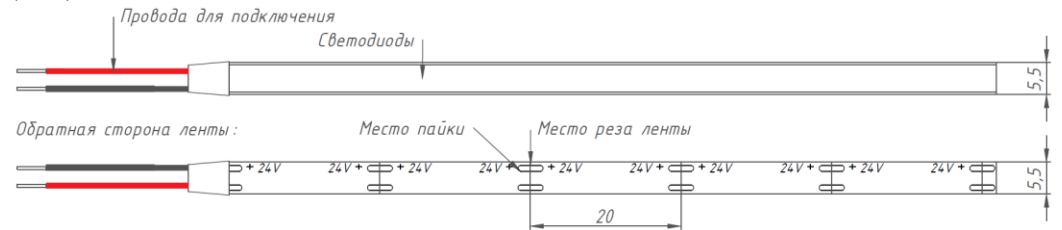

Рисунок 1. Внешний вид светодиодной ленты COB 5мм.
- 5.3. Определите необходимую длину ленты. Ленту рекомендуется разрезать1 ножницами между контактными площадками для пайки. Места для резки промаркированы (см. Рисунок 1, 2). Не допускается резка ленты в других местах.
ВНИМАНИЕ! У ленты шириной 5мм коннекторы находятся с обратной стороны (см. рисунок 1).